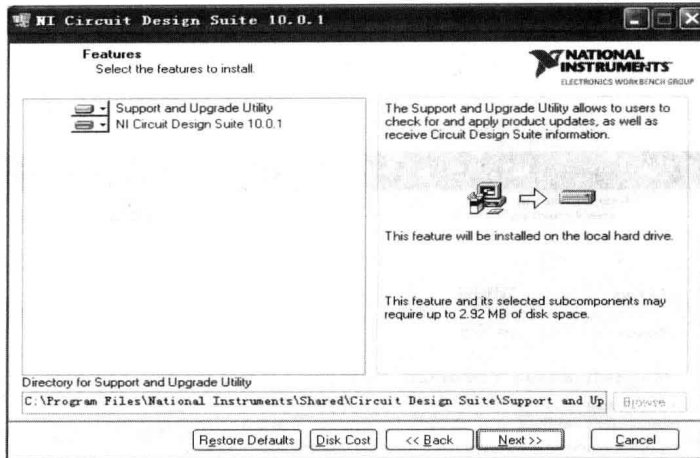

图 1-4 选择安装特征
(4) 选择好安装目录后，下一步为选择用户要安装的特征 (Feature)，如图 1-4 所示。第一个是软件支持和升级 (Support and Upgrade Utility)，第二个是 Multisim10 软件，默认都安装，单击 Next 按钮。